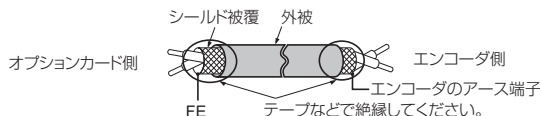

図6 シールド線の末端処理
4. 図6と図7を参考に電線の末端を処理してください。配線時の締め付けトルクについては、「電線サイズと締め付けトルク」(28 ページ)を参照してください。すべての電線が確実に固定されているか、電線の被覆が端子台の挿入部にかみ込んでいないかを確認してください。また、はみ出した心線はすべて切断してください。
5. オプションカードの端子台とエンコーダを接続してください。配線については図 6 と図 7 を参照してください。また、接続図の詳細については、「接続図」(26 ページ)を参照してください。端子の詳細については、「端子の機能」(29 ページ)を参照してください。